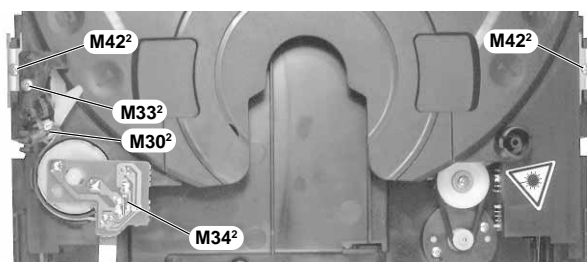

Fig. 10
- Bei Bedarf die Flachbandleitung zur Drehtellermotorplatte **M34'** lösen (Fig. 10).
- 2 Schrauben **M42'** (Fig. 10) herausschrauben und die Schubladenführungen **M41'** abnehmen.
- If necessary disconnect the ribbon cable to the disc turntable motor **M34'** (Fig. 10).
- Undo 2 screws **M42'** (Fig. 10) and take the tray guides **M41'** off.
- Schraube **M332** (Fig. 10) herausschrauben und die Abdeckung M322 abnehmen.
- Die Feder **M302** (Fig. 10) aushängen, den Hebel M272 und die Leiterplatte M282 herausnehmen.
- Undo screw **M332** (Fig. 10) and take the cover M322 off.
- Detach spring **M302** (Fig. 10), remove lever M272 and circuit board M282.